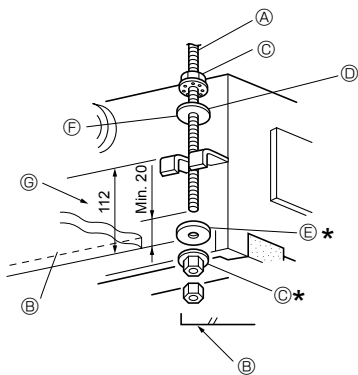

Fig. 2-7
- Enfiler à l'avance les rondelles d'étanchéité ① ② (fournies) et leurs écrous (à se procurer sur place) dans les boulons de suspension. (Fig. 2-7)